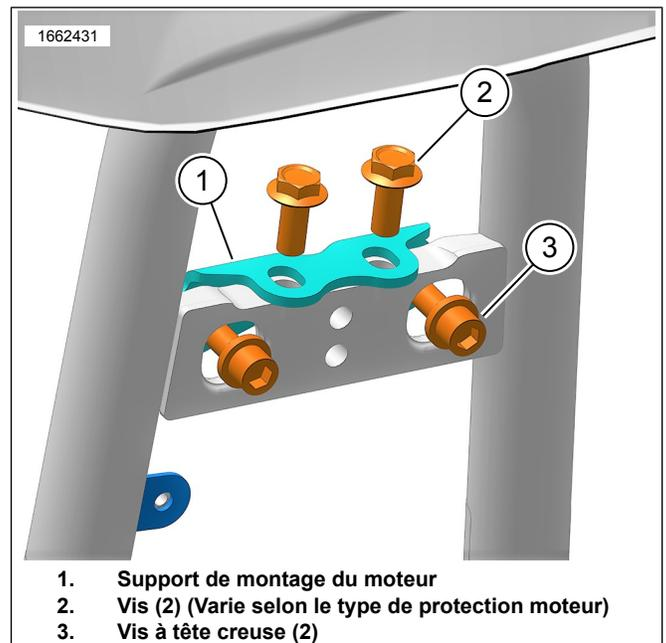
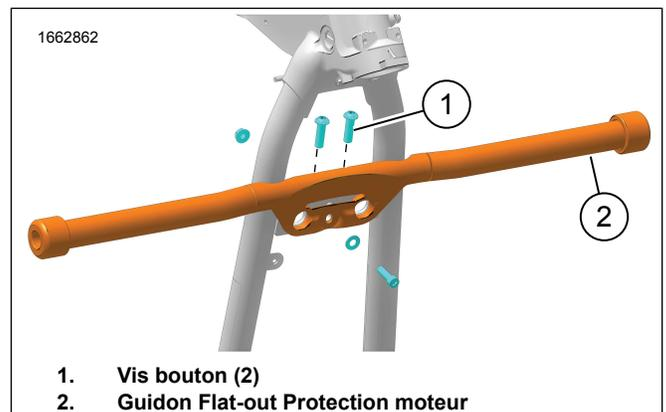

Figure 5. Support de montage du moteur
Figure 6. Guidon Flat-Out
- a. Voir la figure 5. Installer le support de montage du moteur (1).
1. Voir la figure 5. Installer le support de montage du moteur (1).
2. Installer et serrer les vis à la main (3).
- a. Voir la figure 6. Utiliser des vis (1) du kit pour fixer le support de montage du moteur et la protection moteur.
4. Voir la figure 5. Serrer les vis (3).